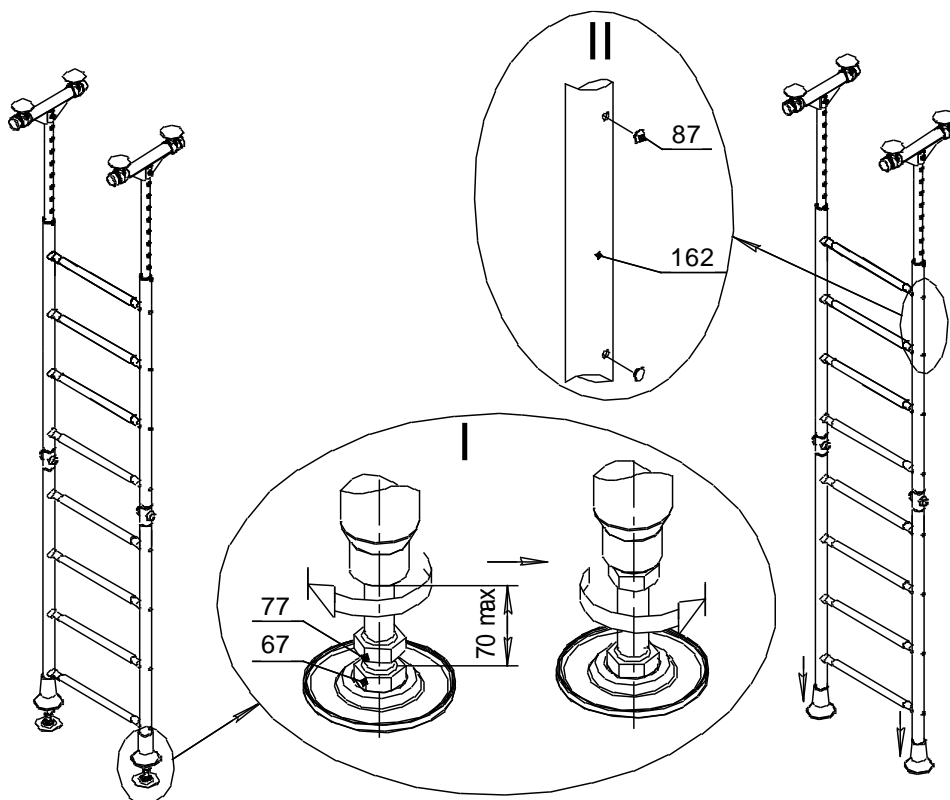

Рис.5
10.5.4 Распереть установленную лестницу (рис.5).
- II- Сдвинуть колпаки поз.14 вниз до упора; установить заглушки поз. 87(рис.5).